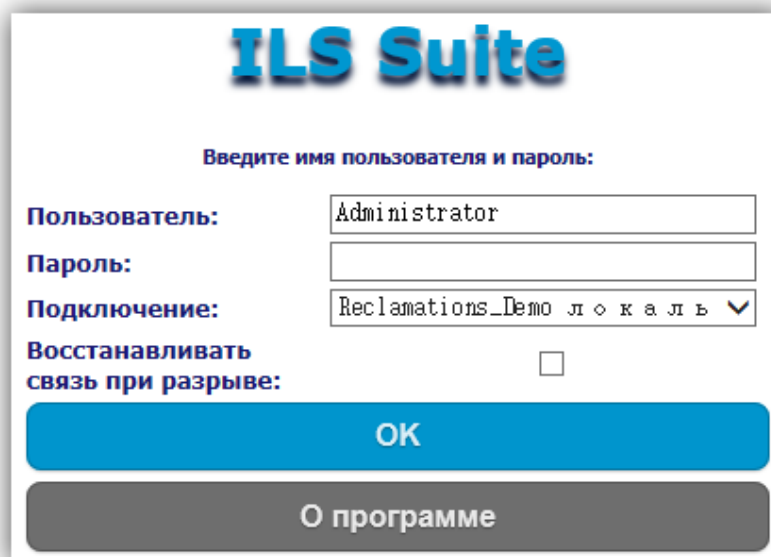

Рис. 6-2 – Окно для подключения к БД с помощью web-браузера
2) В результате откроется web-страница с диалогом для установления соединения с базой данных (рис. 6-2).
- 2) В результате откроется web-страница с диалогом для установления соединения с базой данных (рис. 6-2).